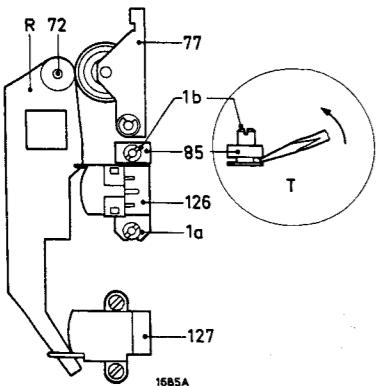

Fig. 12
### Réglage de la tête enregistrement/reproduction 126 (voir fig. 12)
- Placer le gabarit R (4822 402 60245) sur le cabestan 72 (voir fig. 12).
- Le réglage à la verticale de la tête enr./repr. se fait par l'écrou 1b et la position à l'horizontale s'obtient en pliant le bloc 85 (voir fig. 12 - T).